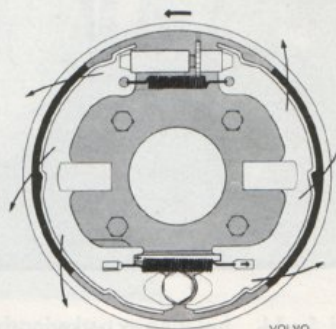

Bild 5—13. Duo-servo princip
Parkeringsbromsens konstruktion framgår av bild 5—12. Manöverspaken är placerad vid golvet på utsidan av förarstolen. Spakens rörelse överförs via axeln (4), hävarmen och dragstången (5) till dragblocket (6). Därifrån överförs rörelsen via vajern (7) till bakhjulsbromsarna. Vajerns rörelse påverkar vid varje hjul hävarmen (16), lagrad i ett rörligt stag (17) på backarna. Bromsbackarnas undre ändar hålls tryckta mot ankarbulten (18) av undre dragfjäders. De övre ändarna är förenade genom justeranordningar (15) mot vilken de hålls tryckta av fjädern (14) som dessutom låser justerskruvens kugghjul. Genom denna upphängning är bromsbackarna självcentrerade och båda backarna delvis självansättande (Duo-Servo). Bromstrumman är fästad på drivaxeln och så utformad att den även tjänstgör som bromsskiva för fotbromsen. Vid ansättning trycker hävarm och stag backarna mot bromstrumman. När hjulen eller drivaxeln försöker vrida trumman vill backarna, på grund av friktionen mellan belägg och trumma, följa med i rotationen. Genom backarnas "flytande" upphängning trycks därvid bakre backen uppåt och främre backen nedåt tills dess undre ändan går mot ankarbulten, se principbild 5—13.